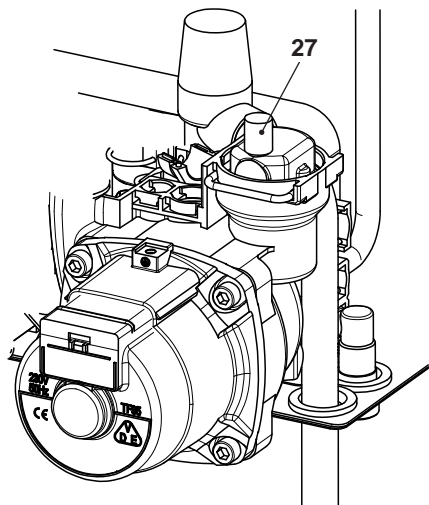

Figura 9.6
- Per facilitare lo svuotamento, alzare il tappo 27 della valvola di sfiato automatica in Figura 9.6.